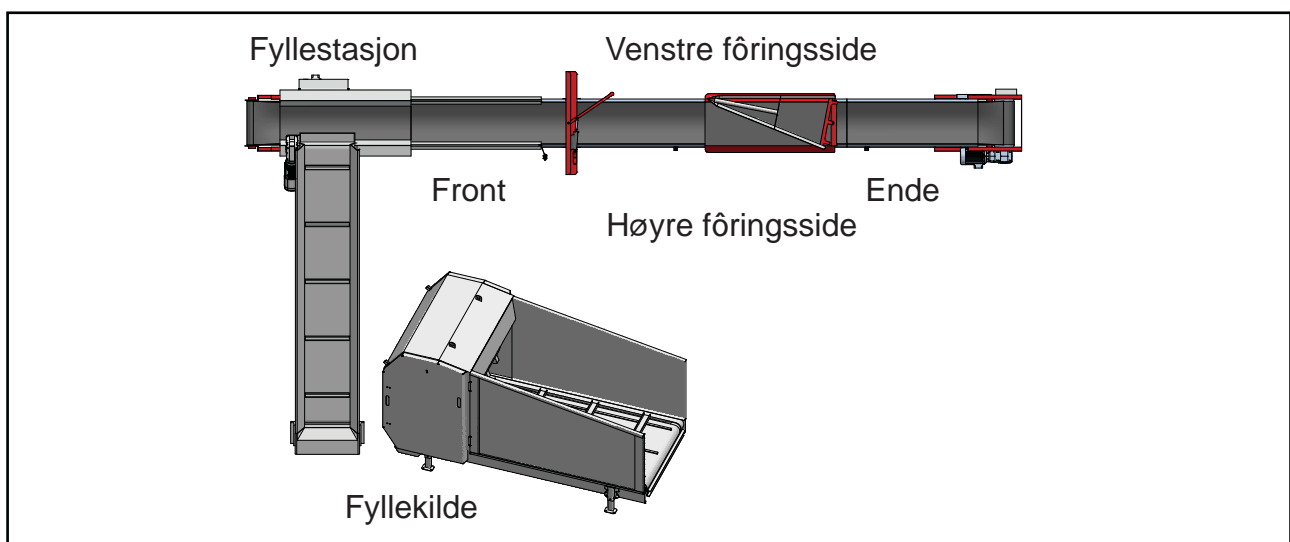

Fig. 24
- Fôringside er den siden fôret legges ned på når en ser skrapen i fronten. **Se Fig. 24**